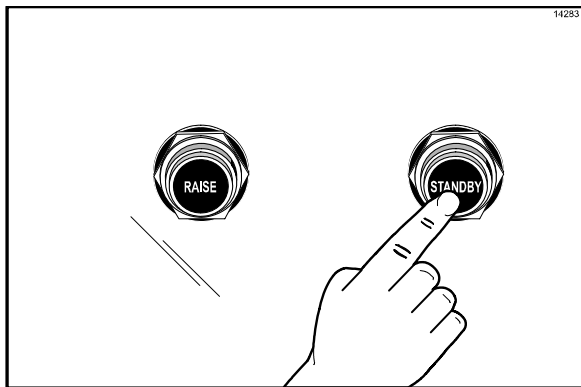

Figure 26
1. Pour placer la plaque supérieure en position STANDBY (attente), appuyer sur le bouton STANDBY (attente) deux fois, depuis la position ouverte (Cf. Figure 26).